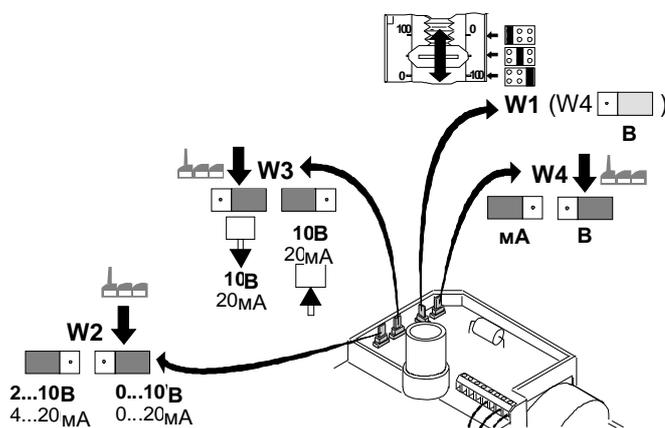

Рис. 1. Переключки W1, W2, W3, W4
Входной сигнал В пост. тока или мА выбирается с помощью переключки W4 (Рис. 1.). Заводская установка: В перем. тока. Внешние резисторы для входного сигнала – мА не требуются.
Диапазон аналогового входного сигнала Y (0...10В пост.т. / 0...20мА или 2... 10В пост.т./ 4...20мА) может быть выбран путем изменения положения переключки W2 (Рис. 1.). Заводская установка: 0... 10В пост.т.
Направление действия (прямое или обратное) может быть выбрано путем изменения положения переключки W3 (Рис. 1.). Заводская установка: шток удлиняется при увеличении сигнала (прямое действие).
**ПРИМЕЧАНИЕ:** Доступ к переключкам W1, W2, W3 и W4 возможен после снятия крышки. Они расположены на верхней стороне печатной платы. (См. Рис. 1).